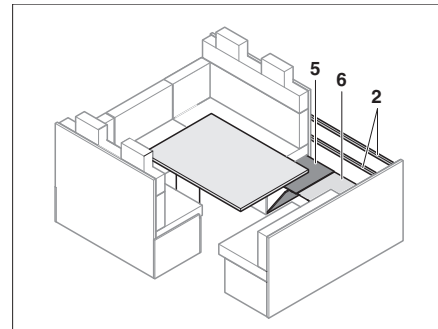

Bild 119 Lehnverlängerung anbringen
- Lehnverlängerungen (Bild 119,2) anbringen.